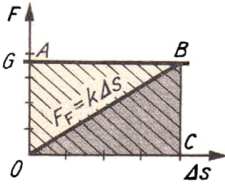

Bild 35
3. Bild 35. Die von der Gewichtskraft verrichtete Arbeit entspricht der Rechteckfläche $OABC$; die als potentielle Energie der Feder gespeicherte Energie der Dreiecksfläche OBC . Die Hälfte der von der Gewichtskraft verrichteten Arbeit wird nach dem Loslassen des Körpers in Schwingungsenergie umgewandelt. Diese wird beim Abklingen der Schwingung durch Luftreibung und Reibung innerhalb der Feder in Wärmeenergie umgewandelt.